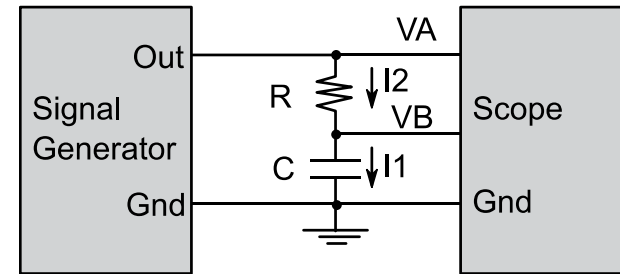

图 2. RC 电路
您将使用图 2 中所示电路来研究电容的特性。如前文所述，我们将使用交流电来进行这个实验。您将使用信号发生器来产生一个交流信号 VA，并用示波器来测量交流信号 VA-VB 和 VB。最好使用正弦波作为实验中的交流信号，但理论上使用其他交流信号，如方波也是可以的。
- 电容的复阻抗为 $Z=1/(j2\pi fC)$ 。注意到电抗 $X = |Z|$ 。图 2 中的总阻抗为 $R+Z$ 。电路的增益 (V_B/V_A) 可以表示为 $Z/(R+Z)$ 。请计算电路在截止频率下的增益值。